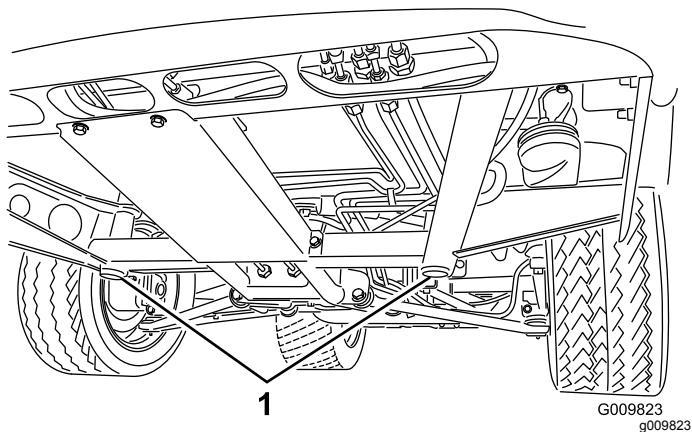
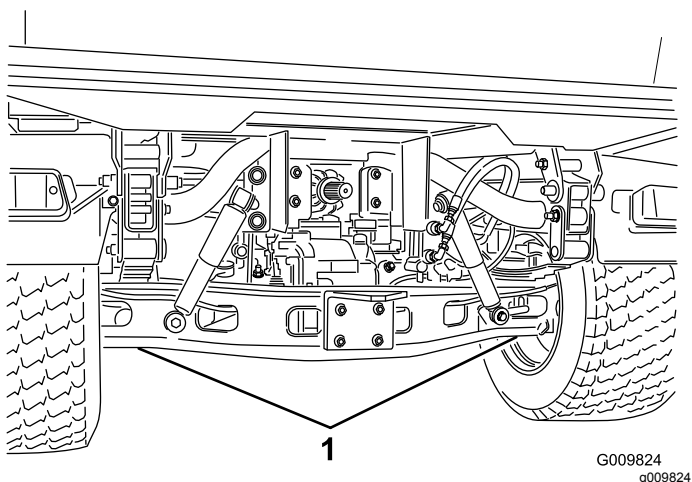

Figura 43
Figura 44
- Il punto di sollevamento della parte anteriore della macchina si trova sotto il supporto anteriore centrale del telaio (Figura 43), mentre quello della parte posteriore si trova sotto l'assale (Figura 44).